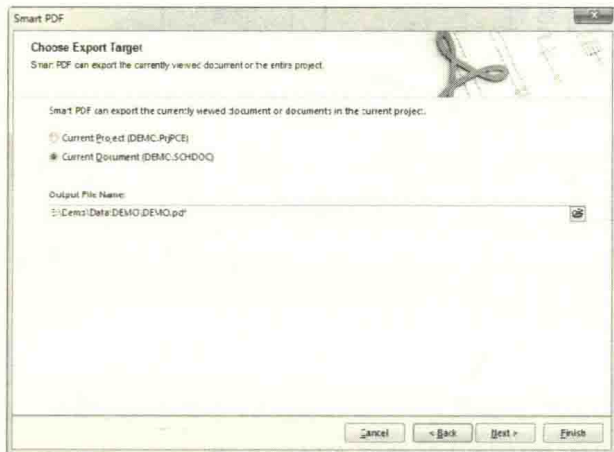
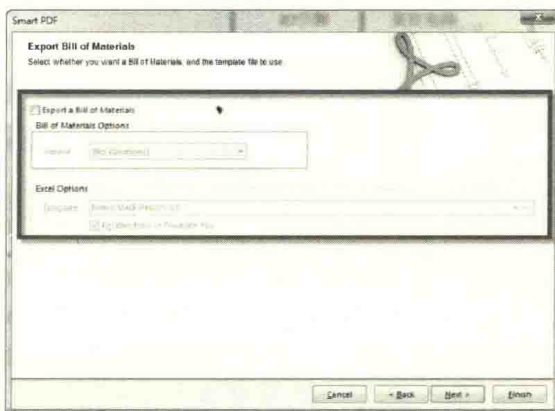

图 4-105 选择输出的文档范围
图 4-106 选择是否对 BOM 表进行输出
(2) 单击“Next”按钮，在打开的“Choose Export Target”界面中可以选择输出的文档范围，如图 4-105 所示。
① Current Project: 对当前整个工程的文档进行 PDF 输出。
② Current Document: 对当前选中的文档进行 PDF 输出。
(3) 在“Export Bill of Materials”界面中可以选择是否对 BOM 表进行输出，如图 4-106 所示，一般单独对 BOM 表进行输出，所以这里不用勾选。